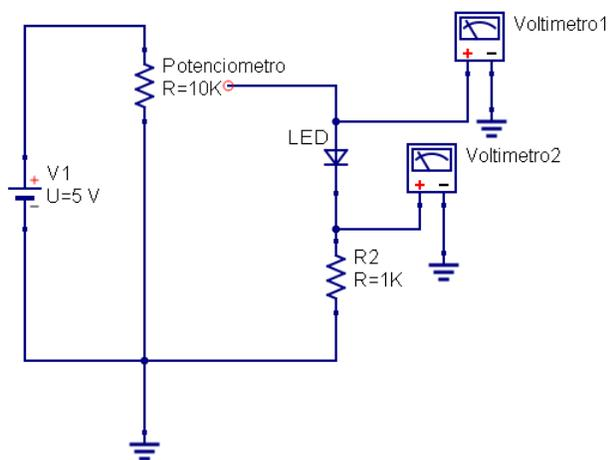

Figura 5.2: Esquema del sistema
3. Armar el Circuito como se muestra en la figura 5.2.